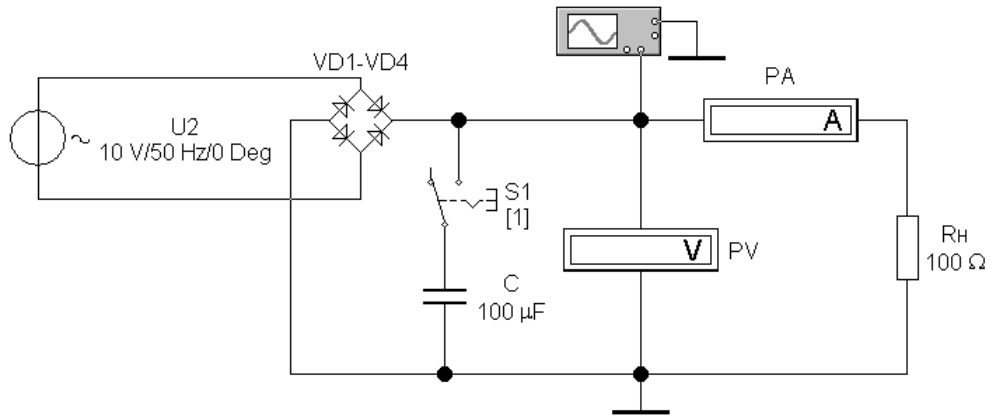

Рисунок 4
2.7 Обрати схему для дослідження однофазного двопівперіодного мостового випрямляча (рис. 4).